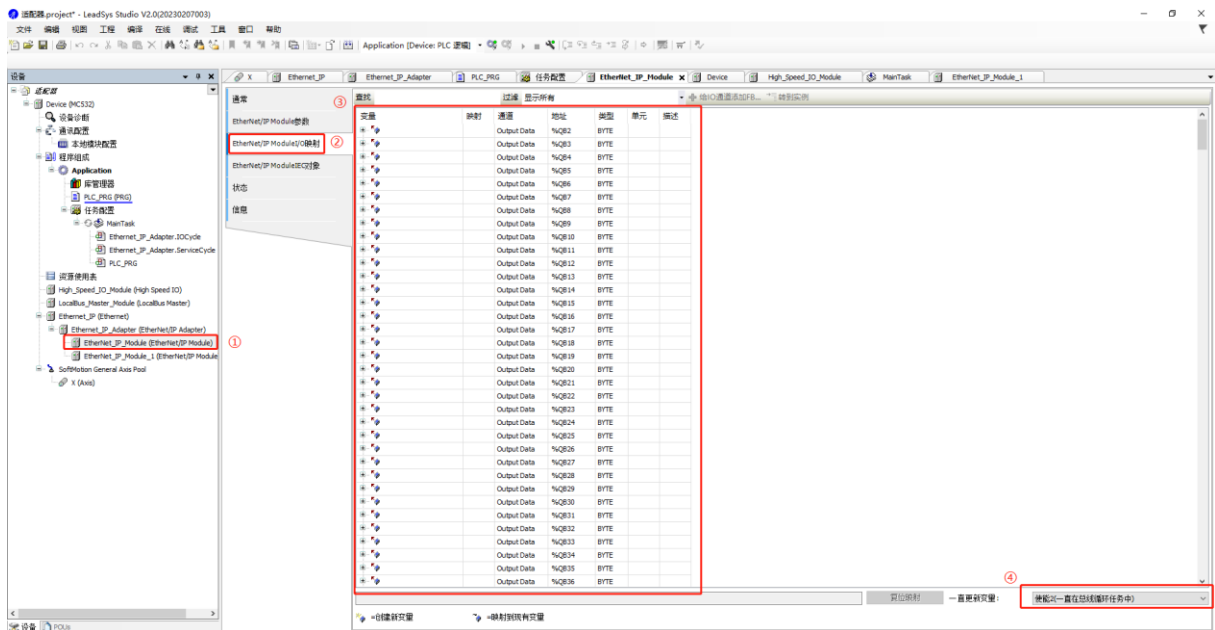

图 12.49 通讯数据的变量映射与设置
如图 12.49 所示, 变量可以在③处选择通道进行映射, 也可以直接在变量声明中使用通道地址。为了保证通讯正常需要将“一直更新变量:”更改为“使能 2 (一直在总线循环任务中)”。